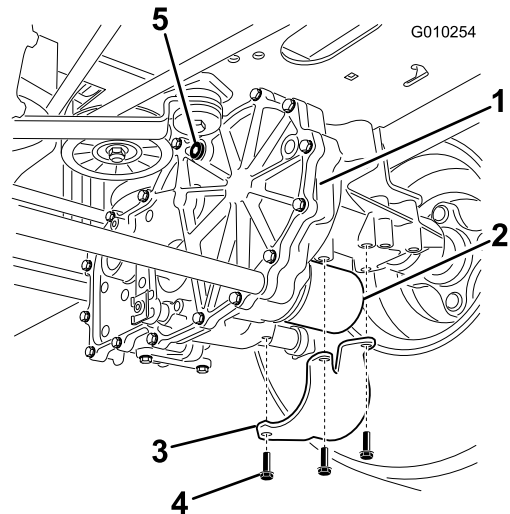

Figura 51
3. Localice el filtro y los protectores de cada sistema de tracción del transeje (Figura 51).